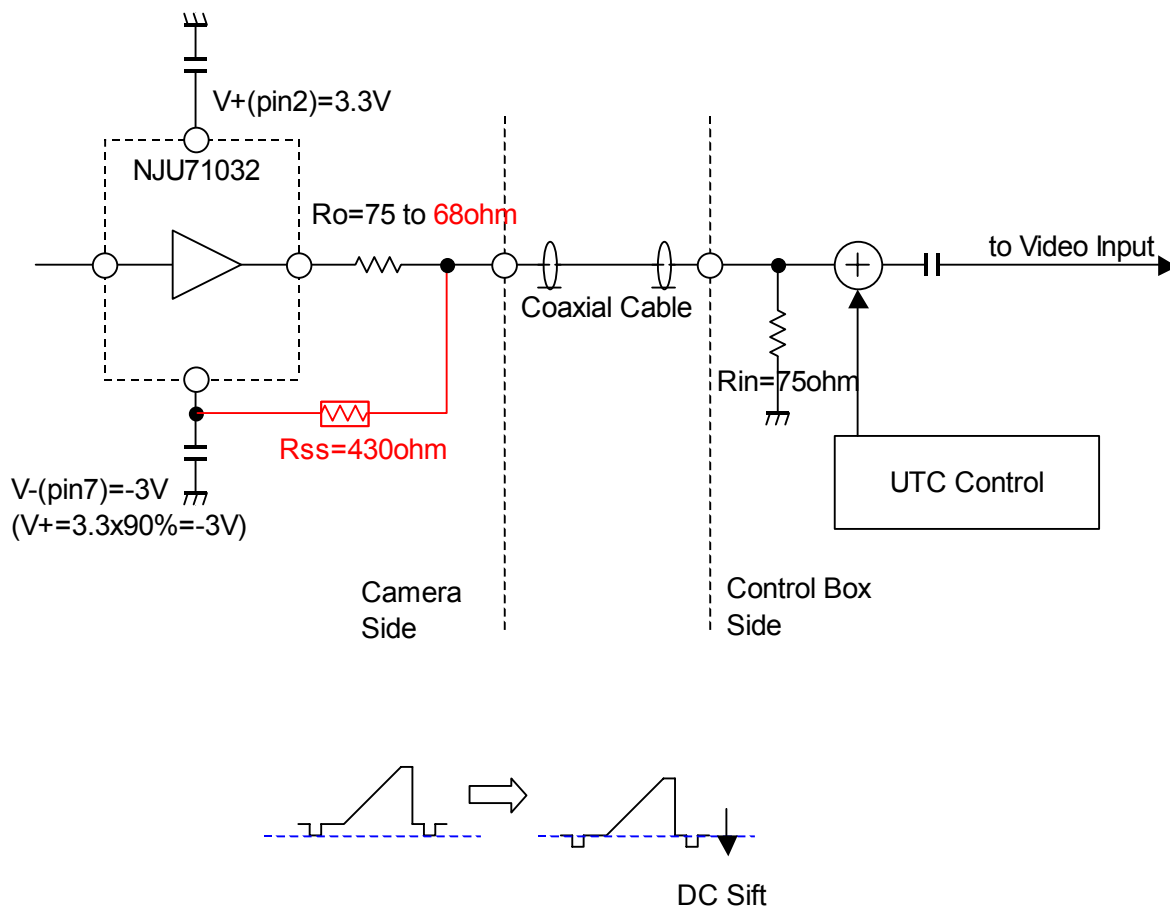

図 1 : 出力 DC 信号シフト方法
■ 応用回路図 1 (標準回路)
本製品を同軸多重伝送する場合、図1の方法にて、出力信号を調整することを推奨致します。